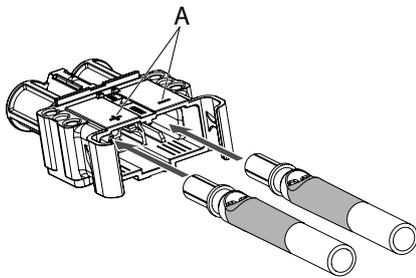

Abb. 42:
Falsche Polung kann zu einem lebensgefährlichen Stromschlag führen. Polaritätskennzeichen (+) und (-) an der Batteriedose beachten (Abb. 42/A).
1. Hauptkontakte mit angecrimpten Kabeln bis zum Anschlag in das Gehäuse der Batteriedose einschieben (Abb. 42).